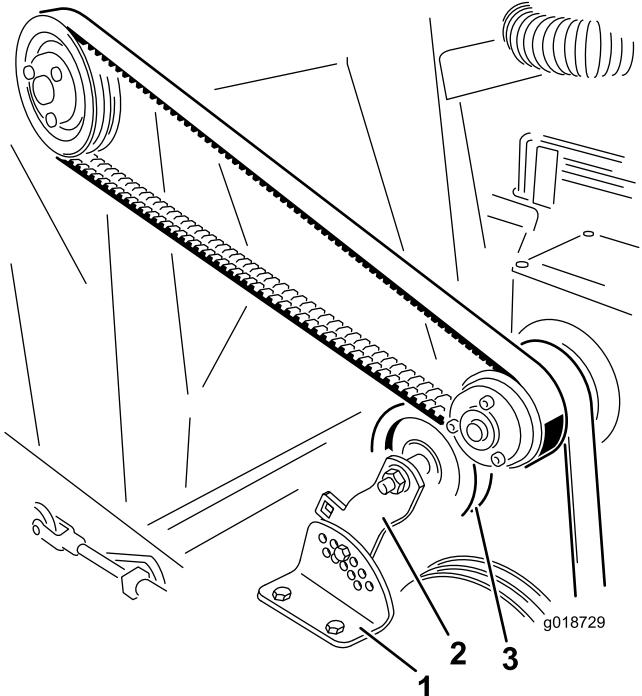

図 23
- アイドラブーリのブラケットをテンション調整ブラケットに固定しているナットとボルトを外す図 23。